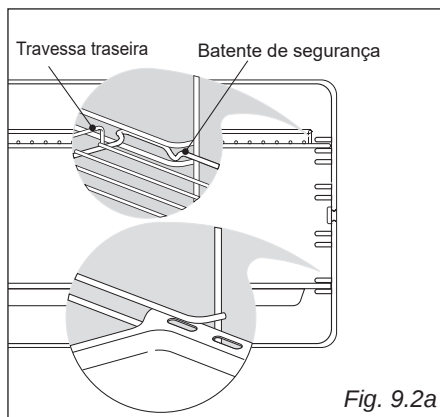

Fig. 9.2a
Nos modelos com painéis catalíticos de série, intercalar os painéis com autolimpeza “A” com a seta virada para cima (fig. 9.2a).
- Colocar o tabuleiro e a grelha no forno entre as guias dos suportes laterais (fig. 9.2a).